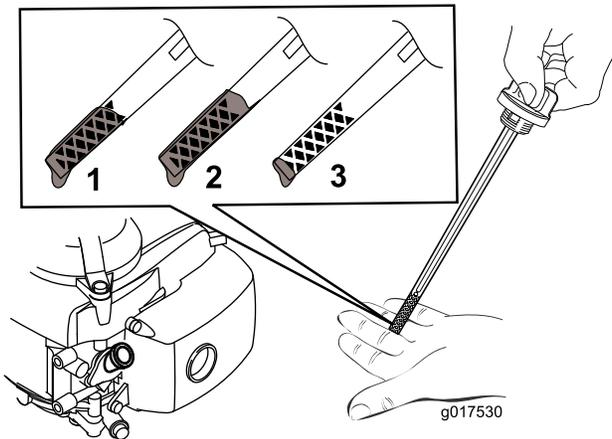

Bild 10
5. Siehe Bild 10, wie Sie den richtigen Ölstand am Peilstab ablesen.
- Hinweis:** Füllen Sie das Motorkurbelgehäuse mit Öl, bis der Peilstab angibt, dass der Ölstand richtig ist, wie in Bild 10 dargestellt. Wenn Sie zu viel Öl in den Motor füllen, lassen Sie etwas Öl ab, wie in Wechseln des Motoröls \(Seite 15\) angegeben.